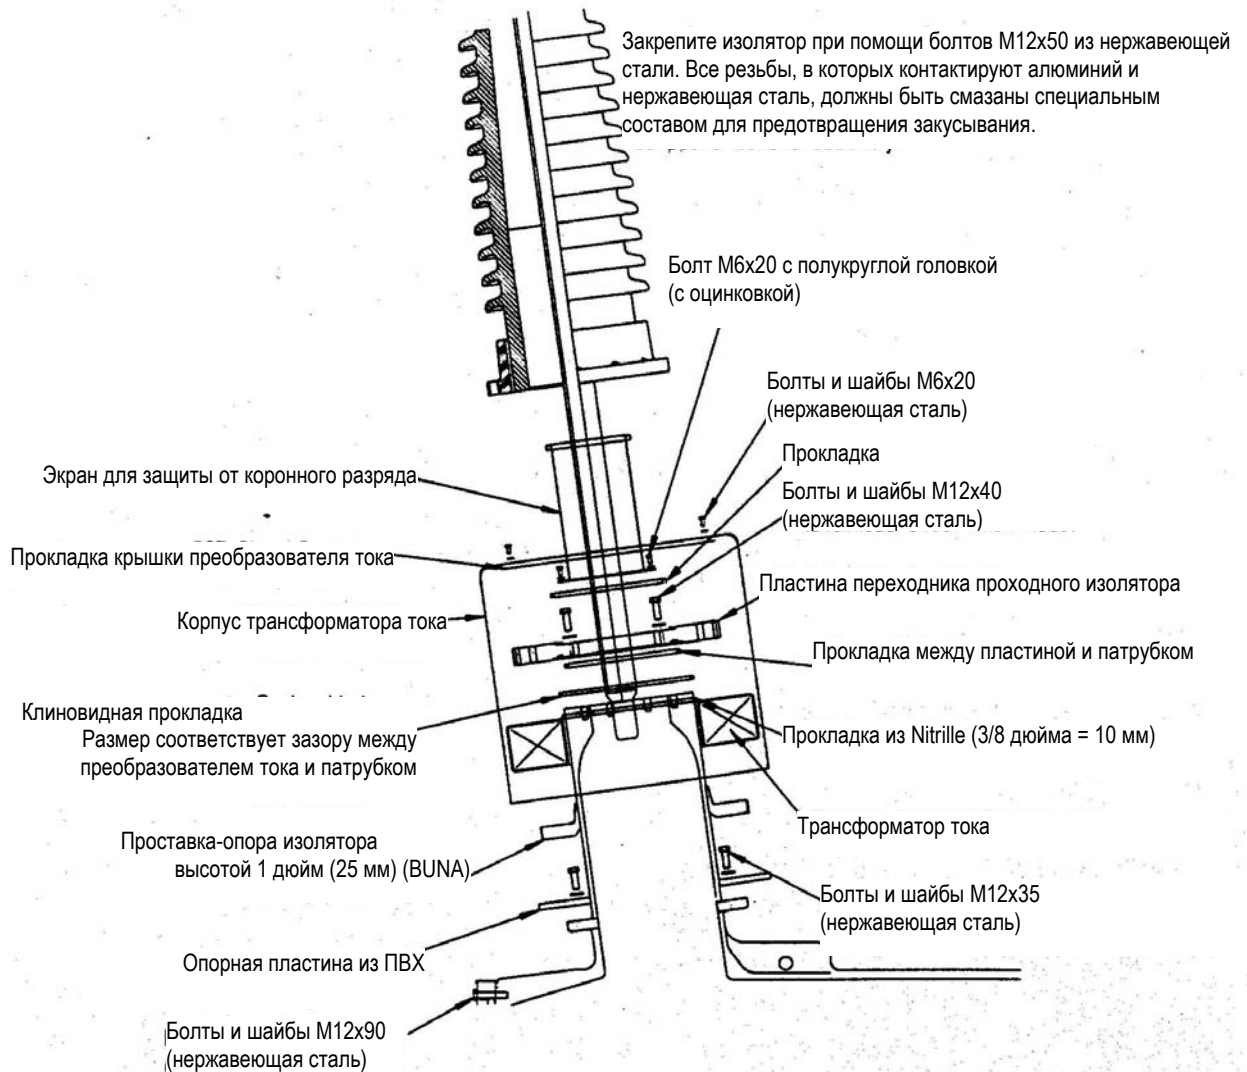

Рис. 28 Сборка проходного изолятора и трансформатора тока
15.2 Замена трансформаторов тока (см. Рис. 28 «Сборка ввода и трансформатора тока»)